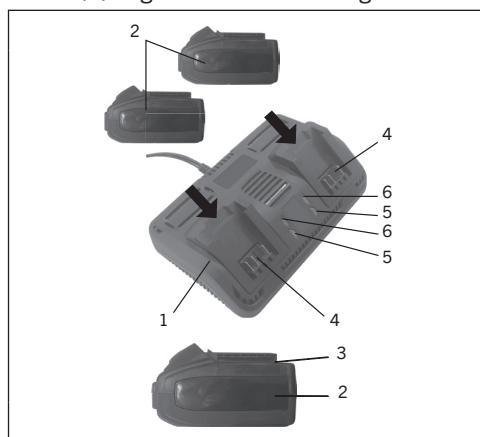

FIG. 1
1. Placez le chargeur de batterie (1) dans un endroit sec, à proximité d'une prise de courant de 110–120 V, 60 Hz (Fig. 1).
REMARQUE: assurez-vous que les rainures (3) situées sur les côtés des batteries s'engagent dans les languettes correspondantes du chargeur (Fig. 1) jusqu'à ce que chaque batterie s'enclenche avec un « clic ».
a) Lorsque le chargeur est branché sur la prise murale et qu'AUCUNE batterie n'est placée sur le chargeur, le voyant vert (5) (Fig. 1) est ALLUMÉ pour indiquer que le chargeur est sous tension.
b) Lorsqu'une batterie déchargée est placée sur le chargeur, le voyant vert s'éteint et le voyant rouge (6) (Fig. 1) clignote. Le voyant rouge clignotant indique que la batterie est en cours de charge.